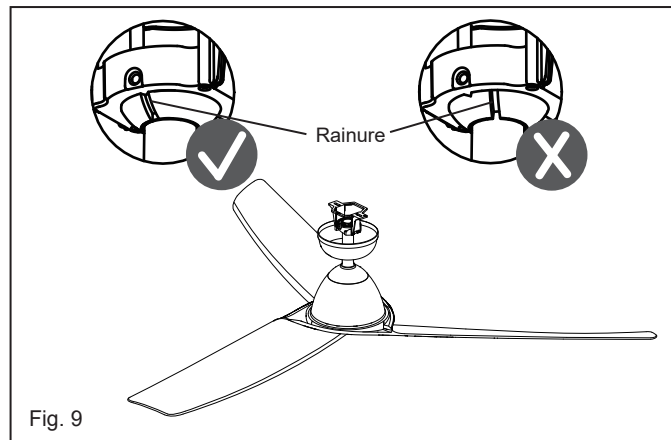

Fig. 9
- 7 REMARQUE : la languette opposée à l'ouverture du support de suspension doit s'insérer dans la fente de la boule. (Fig. 9)